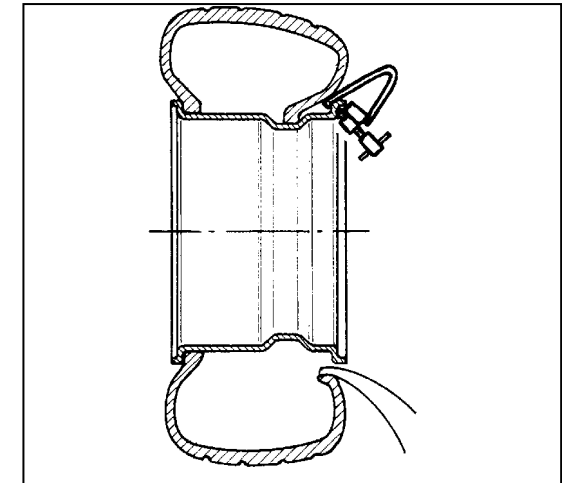

Fig.35
Rotate the chuck clockwise until the tire is completely mounted. Ensure that outer bead descends into the drop center when the clamp is opposite to the mount/demount tool (Fig.35).
*Tourner l'autocentreur dans le sens des aiguilles d'une montre jusqu'à ce que le pneu soit complètement monté. Veiller à ce que le talon extérieur descende dans le creux de la jante quand l'étau est en position diamétralement opposée à l'outil (Fig.35).*
Die Spannvorrichtung im Uhrzeigersinn drehen, bis der Reifen ganz montiert ist. Sicherstellen, daß der äußere Wulst ins Tiefbett gleitet, wenn sich die Montierklemme genau gegenüber vom Werkzeug befindet (Abb.35).